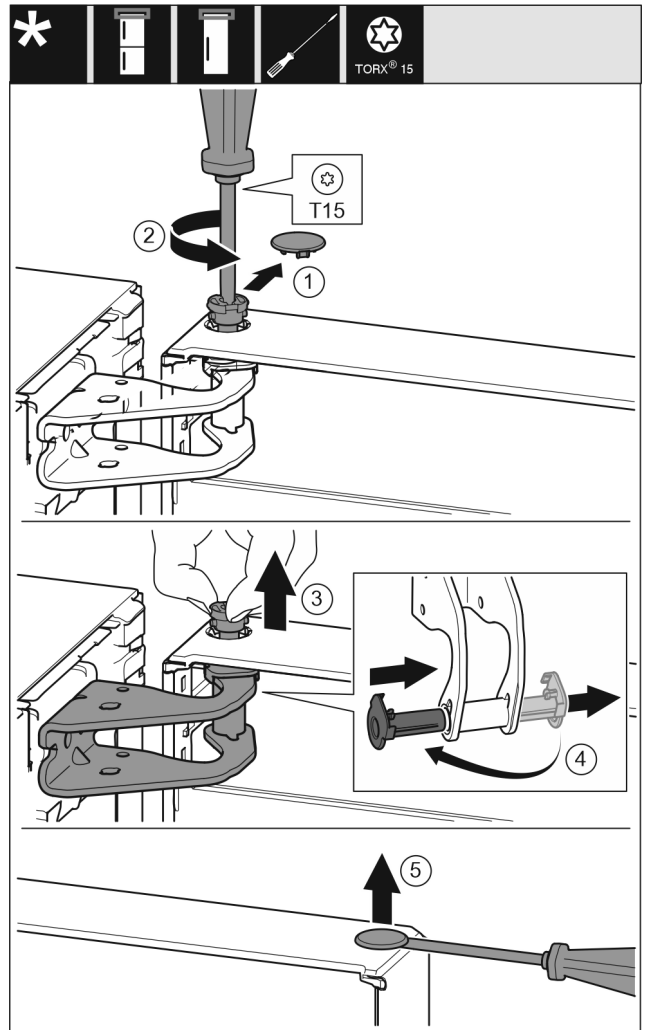

Fig. 6
- ▶ Обережно зніміть запобіжну кришку. Fig. 6 (1)
- ▶ Трохи викрутіть гвинт за допомогою викрутки T15. Fig. 6 (2)
- ▶ Притримуйте дверцята і витягніть палець руками. Fig. 6 (3)
- ▶ Витягніть із прямої опорної втулки. Встановіть і зафіксуйте з іншого боку. Fig. 6 (4)
- ▶ За допомогою шліцевої викрутки обережно підніміть пробку із опорної втулки дверцят та витягніть її. Fig. 6 (5)